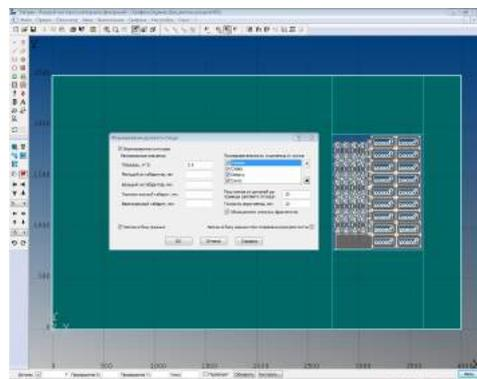

Рис. 7
- Объединение смежных фрагментов листов деловых отходов (Рис.7)